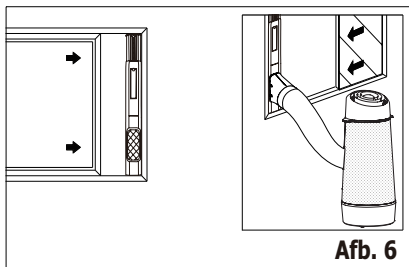

Afb. 4
2. Schuif de adapter A in het uitwisselingsgat van de eenheid (zie afbeelding 4).